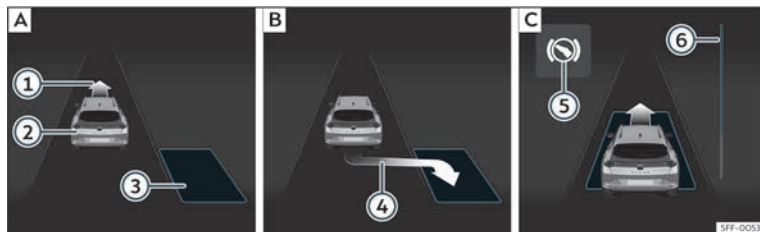
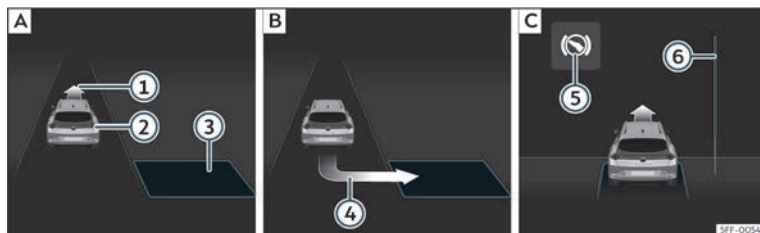

Fig. 191 No ecrã do painel de instrumentos: estacionar em linha. **[A]** Procurar um lugar de estacionamento. **[B]** Posição para estacionar. **[C]** Manobrar.
Fig. 192 No ecrã do painel de instrumentos: estacionar em espinha. **[A]** Procurar um lugar de estacionamento. **[B]** Posição para estacionar. **[C]** Manobrar.
para estacionar » **Fig. 191 [B]** ou » **Fig. 192 [B]**. O lugar foi considerado «apropriado» se no ecrã do painel de instrumentos aparecer a indicação de estacionar ④.
• Retroceda até o sinal contínuo do ParkPilot soar; **OU:** retroceda até aparecer a indicação de marcha à frente no ecrã do painel de instrumentos >>> Fig. 191  ou >>> Fig. 192 ; **OU:** retroceda até aparecer a mensagem **Park Assist finalizado** no ecrã do painel de instrumentos. A barra de progresso  indica a distância a percorrer >>> Página 298.
até centrá-lo no lugar >>> Fig. 191  ou >>> Fig. 192 .
A barra de progresso >>> Fig. 191  e >>> Fig. 192  mostra simbolicamente no ecrã do painel de instrumentos a distância relativa que ainda falta percorrer. Quanto maior for a distância, mais cheia está a barra de progresso. Ao circular em marcha à frente, o conteúdo da barra de progresso diminui para cima, e ao circular marcha-atrás, diminui para baixo.